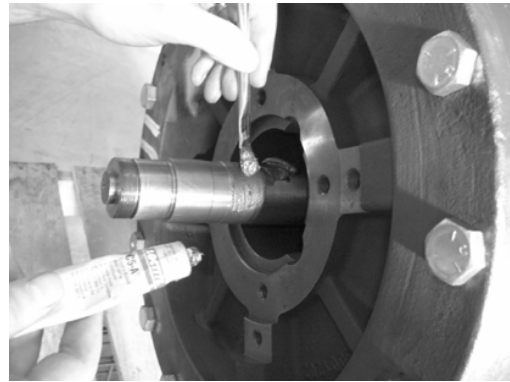

图 44：为轮轴涂抹防卡死化合物
5. 只为轮轴上将要置于轴套下方的部位，涂抹防卡死化合物（见图 44）。